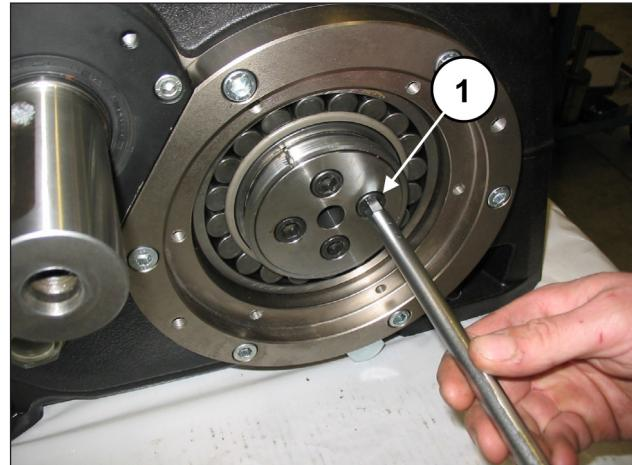

Fig. 88
Visser les deux brides de maintien de la douille sur le vilebrequin à l'aide de 4+4 vis M12x25 (rep. ①, Fig. 88).